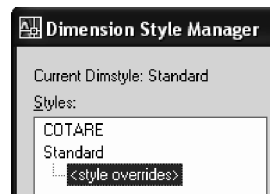

Fig. 6.77 Definirea unui stil de cotare temporar
5. În fereastra **Dimension Style Manager**, noul stil apare ca o ramură a stilului curent – vezi Fig. 6.77. Se acționează butonul **Close**.